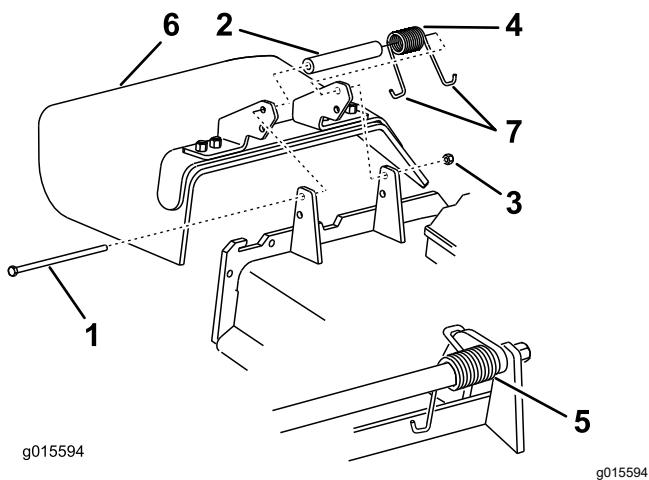

Рисунок 86
1. Зніміть гайку, болт, пружину та прокладку, притуливши відбійник до шарнірних кронштейнів (Рисунок 86).
2. Зніміть пошкоджений або зношений відбійник трави (Рисунок 86).
Примітка: Переконайтесь, що 1 зігнутий кінець пружини встановлено за краєм кожуха перед встановленням болта, як показано на Рисунок 86.
6. Розташуйте 1 зігнутий кінець пружини навколо відбійника трави (Рисунок 86).